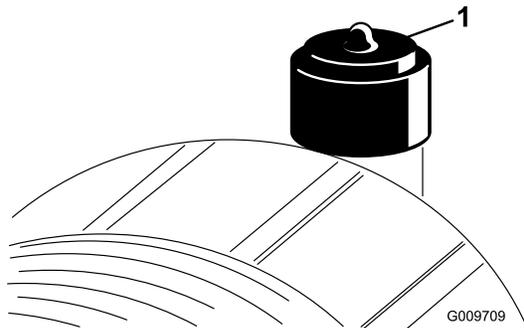

Figura 50
Revise el filtro del limpiador de aire únicamente cuando el indicador de mantenimiento (Figura 50) lo requiera. El cambiar el filtro antes de que sea necesario sólo aumenta la posibilidad de que entre suciedad en el motor al retirar el filtro.
6. Reinicie el indicador (Figura 50) si se ve rojo.